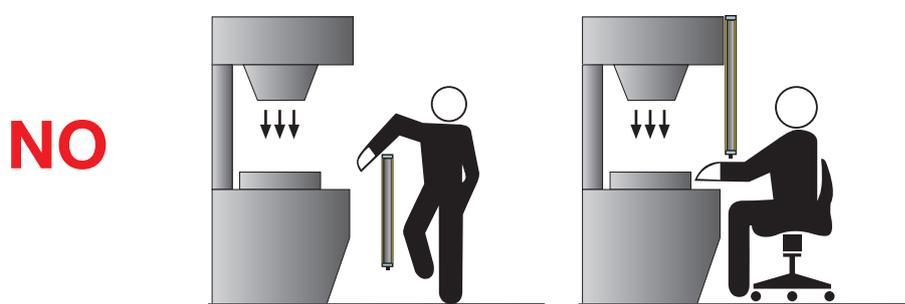
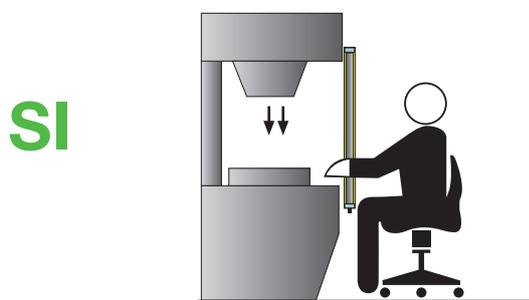

Fig.5a
Fig.5b
**⚠ La Fig. 5a muestra algunos ejemplos de posibles accesos desde arriba o abajo que deberán ser eliminados instalando una barrera de longitud adecuada, de tal forma que el área sensible cubra todos los posibles accesos al área peligrosa (Fig.5b).**